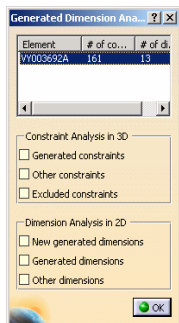

图 6-542
»» 步骤 01 单击 Generation 图标，弹出如图 6-542 所示的对话框。若此对话框未出现，可选择 Tools→Options→Drafting→Generation 命令使之显示。此对话框可以用来选择产生标注的种类。
- » 步骤04 结束或停止后，又会出现如图 6-542 所示的对话框。详细的选项内容参考该图的说明。